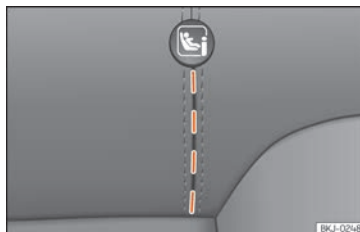

Abb. 37 Rücksitz: eingepprägte Schlitten.
- Öffnen Sie vorab per Hand den eingepprägten Bereich hinter den markierten Schlitten, um an die Halteösen zu gelangen »» **Abb. 37**.